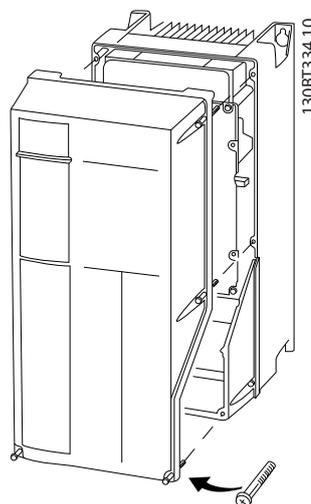

Ilustración 2.9 Acceso al cableado de control de las protecciones A4, A5, B1, B2, C1 y C2
- También puede retirar la cubierta frontal aflojando los tornillos de fijación. Consulte *Ilustración 2.9*.